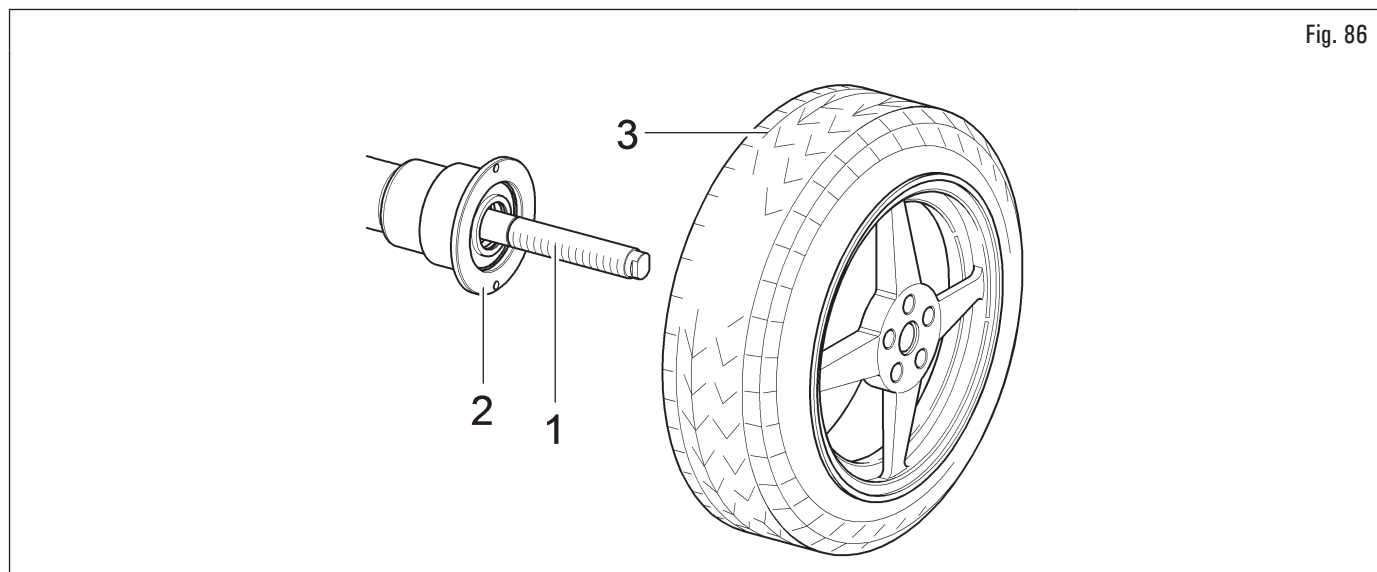

Fig. 86
1. Pulire il mandrino (Fig. 86 rif. 1) prima di montare la ruota;
2. montare la ruota (Fig. 86 rif. 3) con il lato interno del cerchio verso l'equilibratrice, fino ad arrivare contro la flangia di appoggio (Fig. 86 rif. 2);